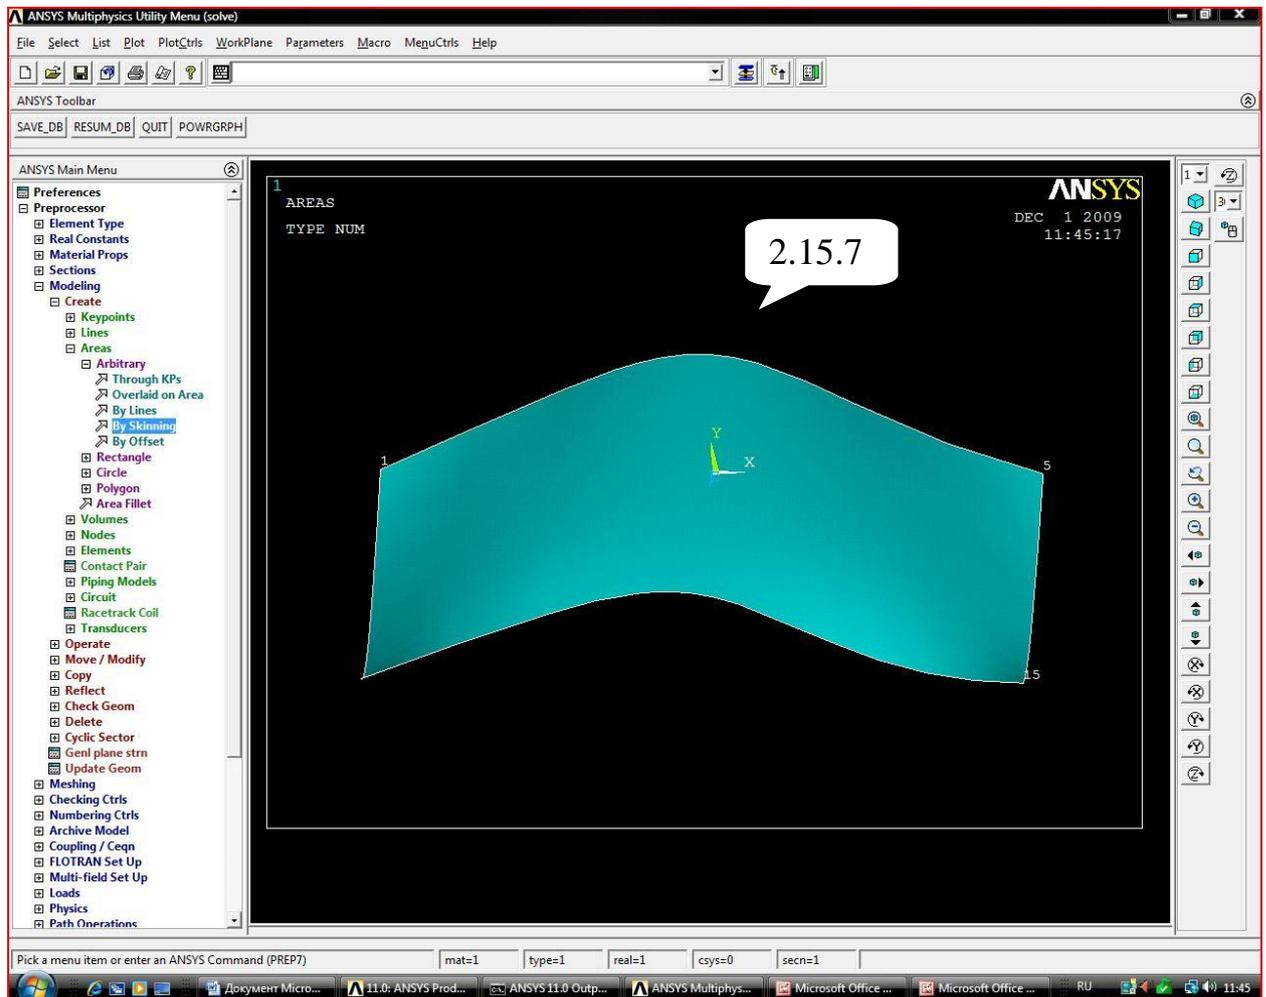

Рисунок 1.13 – Поверхность по сечениям
2.15.9 Нажать ЛКМ «ОК»(рисунок 1.13).